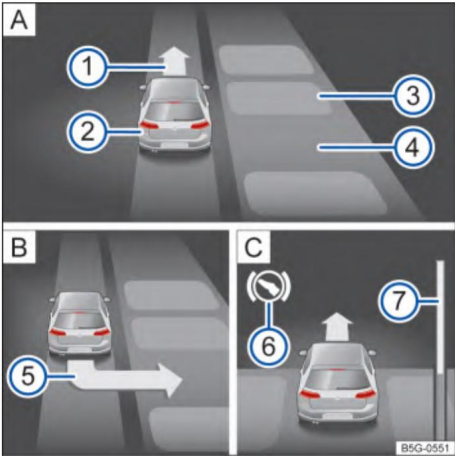

Рис. 141 На дисплее комбинации приборов: Парковка перпендикулярно проезжей части.
– Припаркуйте автомобиль, когда система помощи при парковке показывает рекомендуемый режим парковки на дисплее комбинации приборов. – Если на дисплее комбинации приборов отображается запрос на парковку **Рисунок 141 5** **затем** начните парковку **страница 149.**
Легенда к Рис. 141 : Поиск парковочного места. Парковочное положение. Загоните автомобиль на парковочное место и выровняйте его. Система 1 просит двигаться вперед.